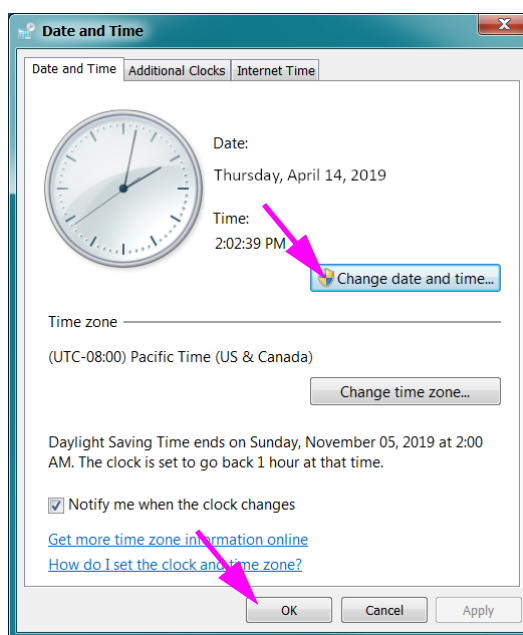

Figura 2-31. Caseta de dialog Proprietăți dată și oră
1. Faceți clic pe **Panou de control (Control Panel) > Dată și oră (Date and Time)**. Apare caseta de dialog **Dată și oră (Date and Time)**. Consultați Figura 2-31.
4. Faceți clic pe **OK** pentru a reveni la caseta de dialog Dată și oră (Date and Time). Consultați Figura 2-31.